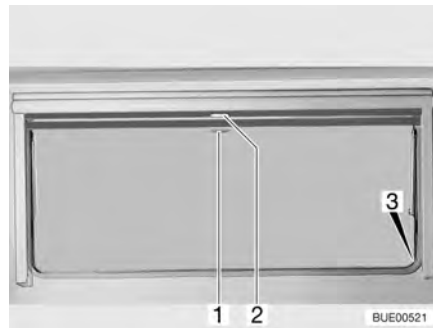

Fig. 58 Finestra apribile
*Chiusura:* ■ Tirare verso il basso l'oscurante a rullo accompagnandolo con la maniglia (Fig. 58,2). Quando si chiude completamente l'oscurante a rullo esso va agganciato da entrambi i lati al telaio della finestra nell'apposito elemento di fissaggio (Fig. 58,3).
*Apertura:* ■ Quando l'oscurante a rullo è completamente chiuso: Spingere la maniglia (Fig. 58,2) verso il basso tirandola leggermente verso l'interno. Sganciare l'oscurante a rullo dagli elementi di fissaggio a destra e a sinistra del telaio della finestra.
■ Quando l'oscurante a rullo si trova in posizione intermedia: Tirare la maniglia (Fig. 58,2) leggermente verso il basso finché l'elemento di fissaggio non si è sganciato.
*Chiusura:* ■ Tirare la maniglia (Fig. 58,1) della zanzariera a rullo verso il basso e agganciarla all'elemento di fissaggio (Fig. 58,3) su entrambi i lati del telaio della finestra.
- Spingere la maniglia (Fig. 58,1) verso il basso tirandola leggermente verso l'interno. Sganciare la zanzariera a rullo dagli elementi di fissaggio a destra e a sinistra del telaio della finestra.